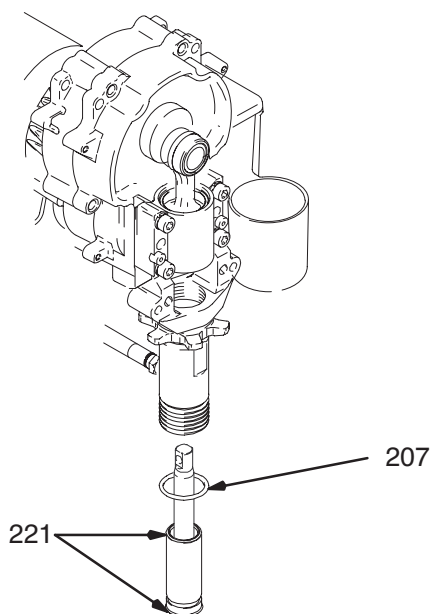

Рис. 19
Рис. 19. Смажьте уплотнительное кольцо (221) и установите его на втулку. Сдвиньте узел втулка/шток поршня в нижнюю часть цилиндра. При необходимости, замените уплотнительное кольцо (207).